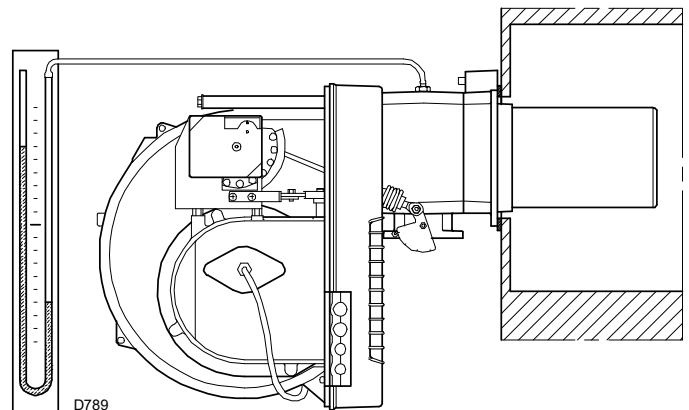

Abb. 20
- Montieren Sie ein U-Rohr-Manometer (Abb. 20) auf der Gasdruckentnahmestelle der Muffe. Damit soll annäherungsweise die Höchstleistung des Brenners mithilfe der Tab. H auf S. 19 ermittelt werden.
In diesem Fall den Gasdurchsatz bei Zündung erhöhen. Das U-Rohr-Druckmesser (Abb. 20 auf S. 23) zeigt den Gaseintritt an der Muffe an.
Ein Richtwert kann der Tab. H auf S. 19 entnommen werden. Es genügt, den Gasdruck auf dem U-Rohr-Druckmesser abzulesen, siehe Abb. 20 auf S. 23 und die in der Tab. H auf S. 19 erteilten Anweisungen zu befolgen.